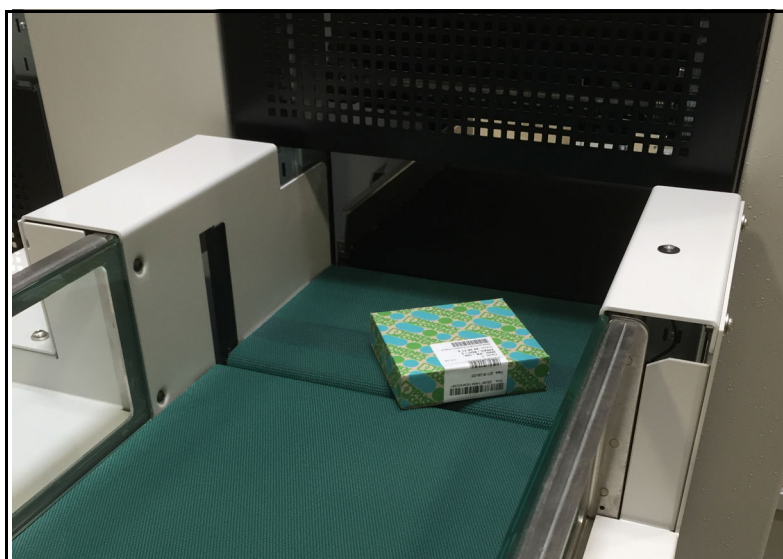

図 4-33: イメージングコンベヤベルトが物品を iBOT に配送
5. イメージングコンベヤベルトが、物品を待機中の iBOT に運びます（144 ページの図 4-33 を参照）。